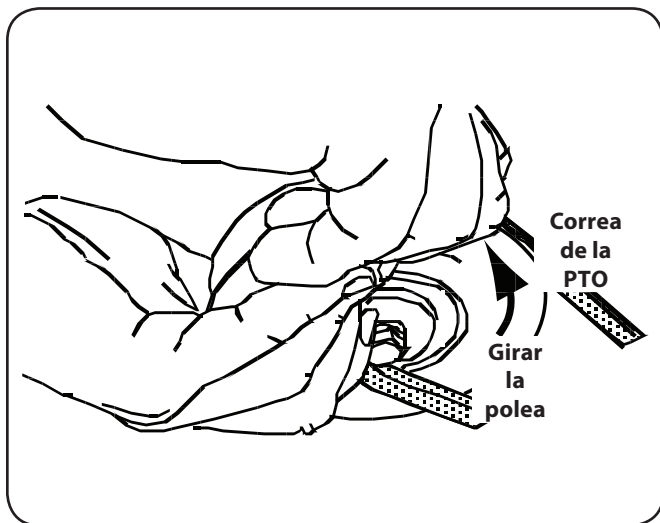

Figura 7-9
8. Tire del lado derecho de la cinta y colocar el lado estrecho V de la correa en la polea del PTO. Vea la Figura 7-9.
9. Mientras sostiene la correa y la polea juntas, rote la polea hacia la izquierda (ver Figura 7-9). Continúe oprimiendo y girando la polea y la correa hasta que la correa esté totalmente enrollada en la polea del PTO.